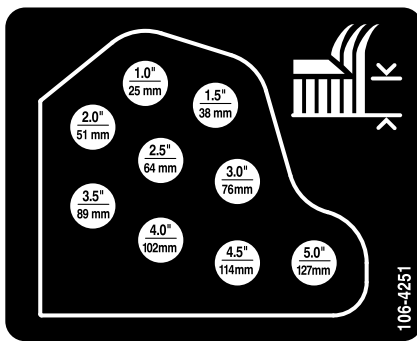

Bild 17
6. Montieren Sie die Schnitthöhenketten im gewünschten Schnitthöhenloch (Bild 17) und befestigen Sie sie mit dem Splint und dem Lastösenbolzen.